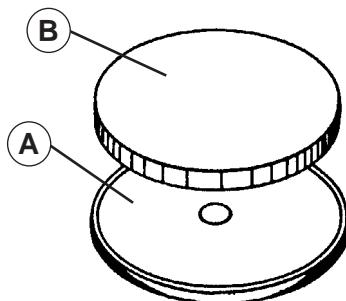

FIG. 4
- PRATO PORTA-FELTRO (VER FIG. 4):
- Limpe a parte de apoio do prato (A).
- Cubra o filtro (B) com cola “Contact”.